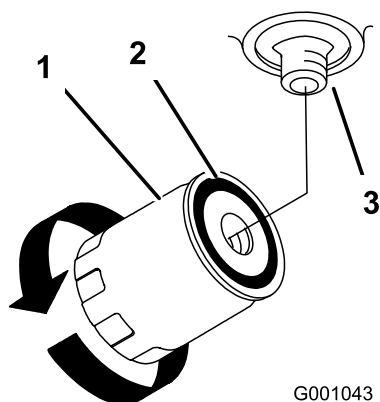

Figura 72
7. Spalmate un velo sulla guarnizione di gomma sul nuovo filtro (Figura 72).
senso orario fin quando la guarnizione di gomma tocca il riduttore del filtro; a questo punto serrate il filtro girandolo di un altro mezzo giro (Figura 72).